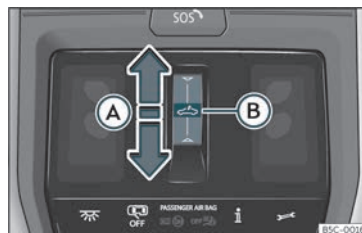

Fig. 87 No revestimento interior do teto: botão do teto de vidro.
»» Fig. 87 (A).
- Antes de decorrerem aprox. 5 segundos da ativação da função antientalamento, deslize o dedo para a frente sobre a área funcional Fig. 87 e mantenha pressionado até o teto se fechar totalmente.